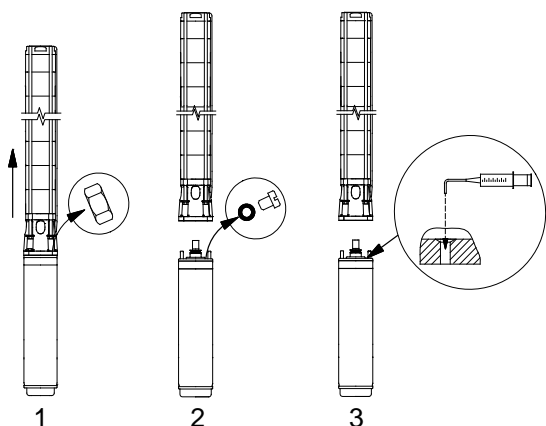

Fig. 3
- Hvis motoren er leveret fra lager, skal væskestanden kontrolleres, inden motoren monteres på pumpen, se fig. 3.
- Ved service skal væskestanden kontrolleres, se fig. 3.
1. Placér dykpumpen som vist på fig. 3. Påfyldningsskruen skal være det øverste punkt på motoren.
3. Pump væske ind i motoren med fyldesprøjten, fig. 3, indtil væsken løber ud af påfyldningshullet.